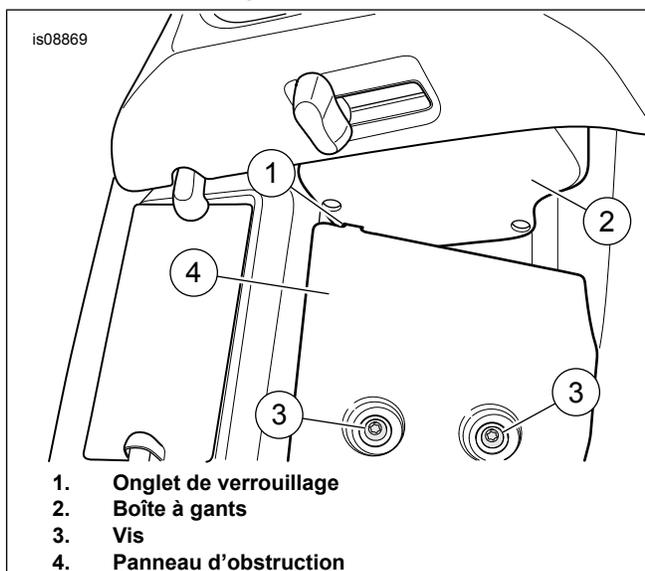

Figure 2. Patte de verrouillage et panneau d'obstruction
2. Consultez Figure 2 . À l'avant, retirez les vis (3), le panneau d'obstruction (4) et la boîte à gants (2). Déconnectez la tringlerie de la trappe d'évent.